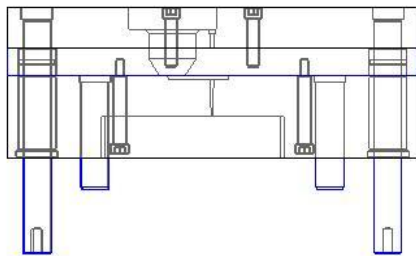

图7-130
11. 使用相同的方法，在点 $(-205, 60, 0)$ 、 $(-205, -60, 0)$ 和 $(205, -60, 0)$ 处创建螺钉，结果如图 7-130 所示。